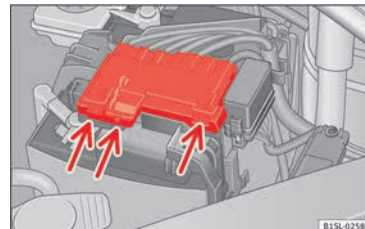

Abb. 171 Im Motorraum: Abdeckung für die Fahrzeugbatterie abnehmen.
- Auf die Laschen »» **Abb. 171** (Pfeile) in Pfeilrichtung drücken und die Batterieabdeckung nach oben abnehmen.